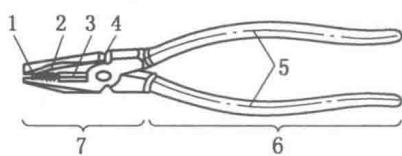

图 1-2 钢丝钳的结构
② 钢丝钳。
a. 认识图 1-2 中钢丝钳的结构，写出各结构名称：